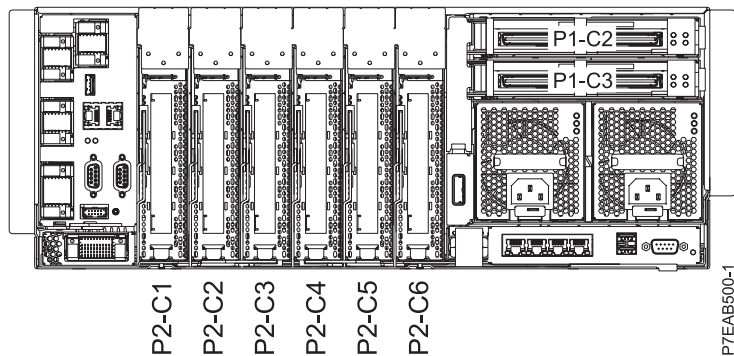

図 1. ロケーション・コード付きシステム背面図
- GX アダプターは、システム・バックプレーンに位置する GX++ スロット P1-C2 または P1-C3 に取り付けられています。システム内の GX アダプター・スロットの位置については、6 ページの図 1 を参照してください。
- フィーチャー・コード (FC) 1808 (GX++ 12X DDR デュアル・ポート IB アダプター) は 8412-EAD、9117-MMB、9117-MMC、9117-MMD、9179-MHB、9179-MHC、または 9179-MHD システムでサポートされています。